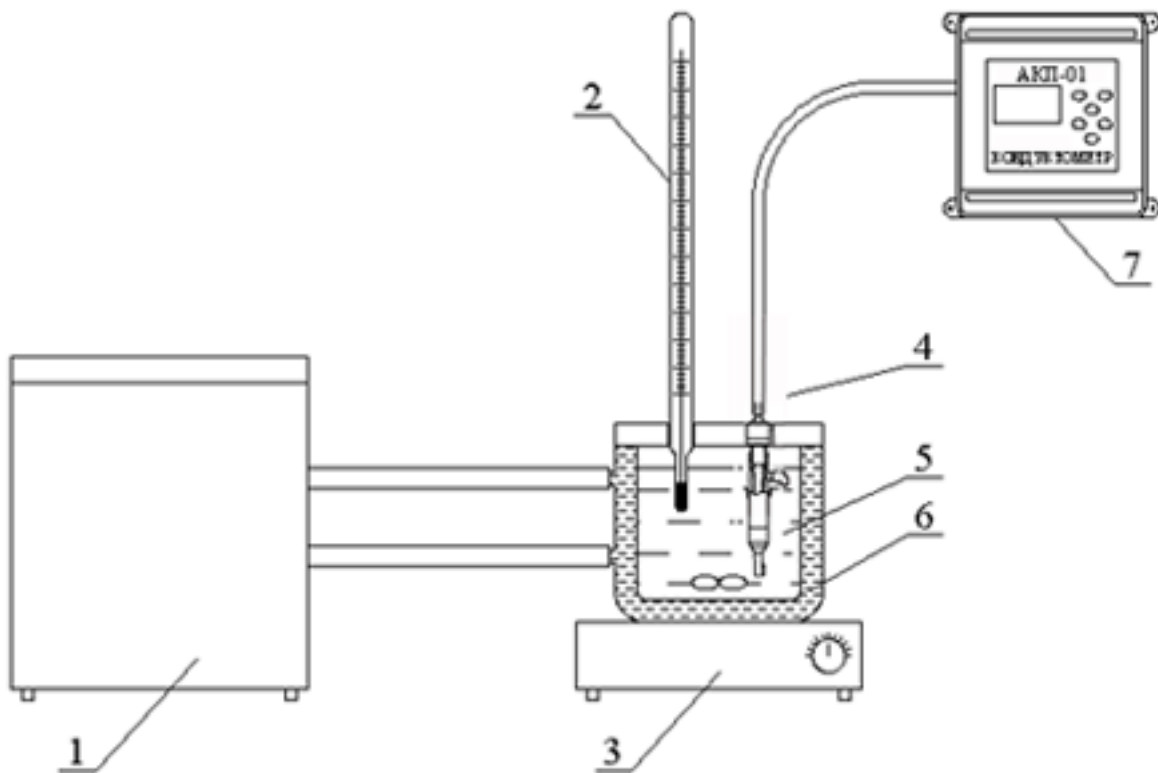

Рис. 4.1. Схема установки для поверки прибора.
Для определения погрешности методом прямых измерений собирают установку в соответствии со схемой показанной на рис. 4-1, и проводят следующие операции:
4.6.4.1 Определение предела допускаемой абсолютной погрешности измерений температуры проводят на отметках 5, 25, 50 °С шкалы поверяемого анализатора путем сравнения его показаний с показаниями термометра (ТЛ-4 или термометр более высокого класса точности). Для этого используют установку, показанную на рис. 4-1. Термостатируемый стакан наполняют водой.
4.6.5.1 Определение изменения предела допускаемой основной абсолютной погрешности измерений УЭП в режиме приведения при изменении температуры анализируемой жидкости проводят на отметках 5, 25, 55 °С шкалы температуры поверяемого анализатора при включенном режиме автоматической термокомпенсации. Для этого используют установку, показанную на рис. 4-1. Термостатируемый стакан поочередно заполняют растворами, описанными в таб. 4.2.
Градуировка проводится с помощью эталонного раствора. Для этого необходимо собрать установку, показанную на рис. 4-1. и выполнить следующие операции: